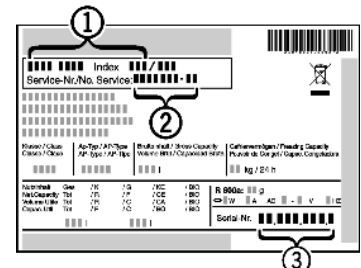

Fig. 9
- ▶ Наименование устройства, Fig. 9 (1), сервисный № Fig. 9 (2) и серийный № Fig. 9 (3) считайте с заводской таблички. Заводская табличка находится внутри устройства слева.
- ▶ Обратитесь в сервисную службу и сообщите вид неисправности, наименование устройства, Fig. 9 (1), сервисный № Fig. 9 (2) и серийный № Fig. 9 (3).